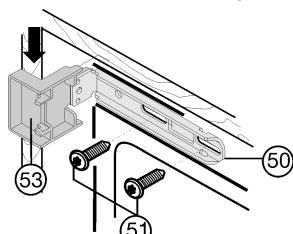
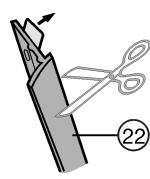

Fig. 11
Fig. 12
- ▶ Afdekking Fig. 11 (53) en afdekking Fig. 11 (50) boven en beneden op de bevestigingshoeken teken.
- ▶ De bevestigingshoeken Fig. 11 (50) boven met schroeven en beneden met schroeven Fig. 11 (51) zodanig vastzetten dat de hoek nog iets naar links en rechts bewogen kan worden.
- ▶ Beschermschermfolie van de afdekrail Fig. 12 (22) trekken. Afdekrail Fig. 12 (22) aan de kant van de handgreep en sluitend met de voorkant aan de neus van de afdekking Fig. 11 (53) plaatsen en aan de zijwand van het apparaat plakken.
- ▶ Afdekrail Fig. 12 (22) indien nodig van onderen inkorten: De afdekrail Fig. 12 (22) moet 3 mm boven de bovenrand van de onderste bevestigingshoek Fig. 6 (50) eindigen.
- ▶ Apparaat inschuiven tot de afdekkingen Fig. 11 (53) de meubelzijwand raken Fig. 11.
- ▶ Houd rekening met de opbouwafmeting (diepte van de deuraanslagonderdelen): Scharnieren en afdekkingen Fig. 11 (53) met de opbouwafmeting uit laten steken.